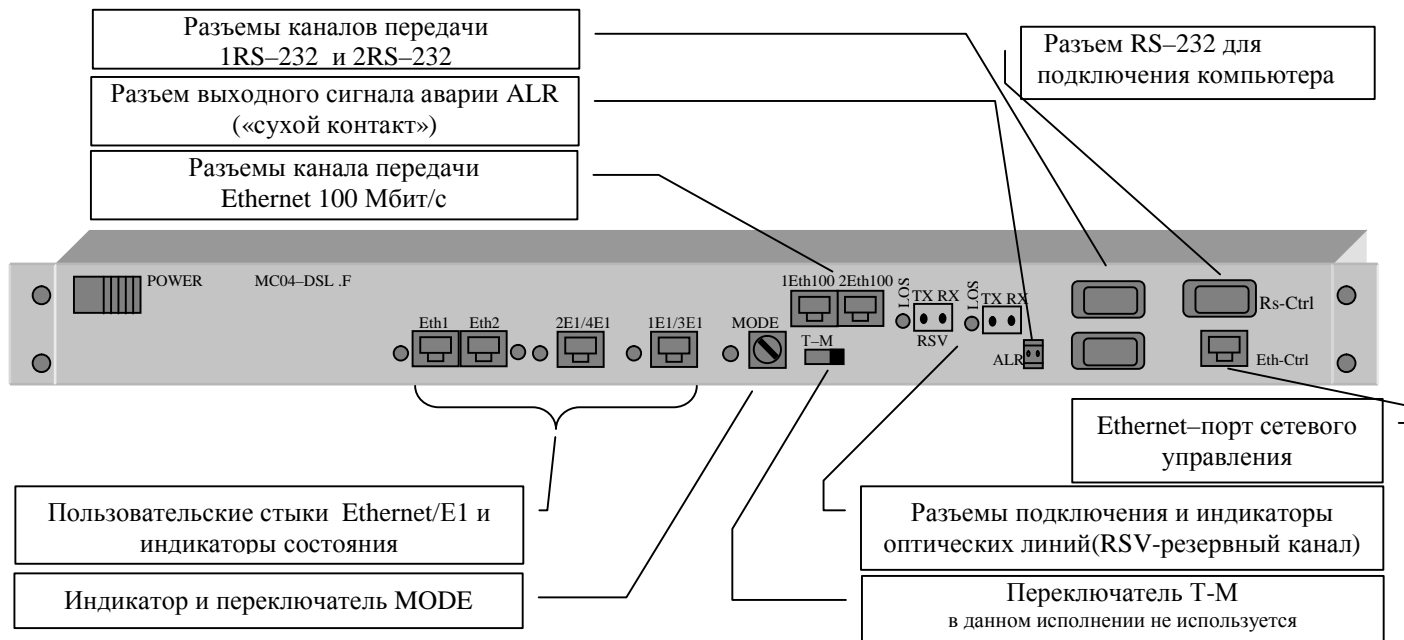

Рис. 1. Модем в корпусе 1U.
5.1.1. Лицевая панель модема и модем-мультиплексора приведена на рис.1 и 2.